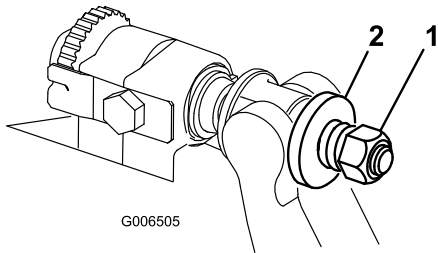

Figura 33
5. Strângeți piulia pentru tensionarea arcului până când arcul este pliat, apoi deurubai-o jumătate de rotație (Figura 33).